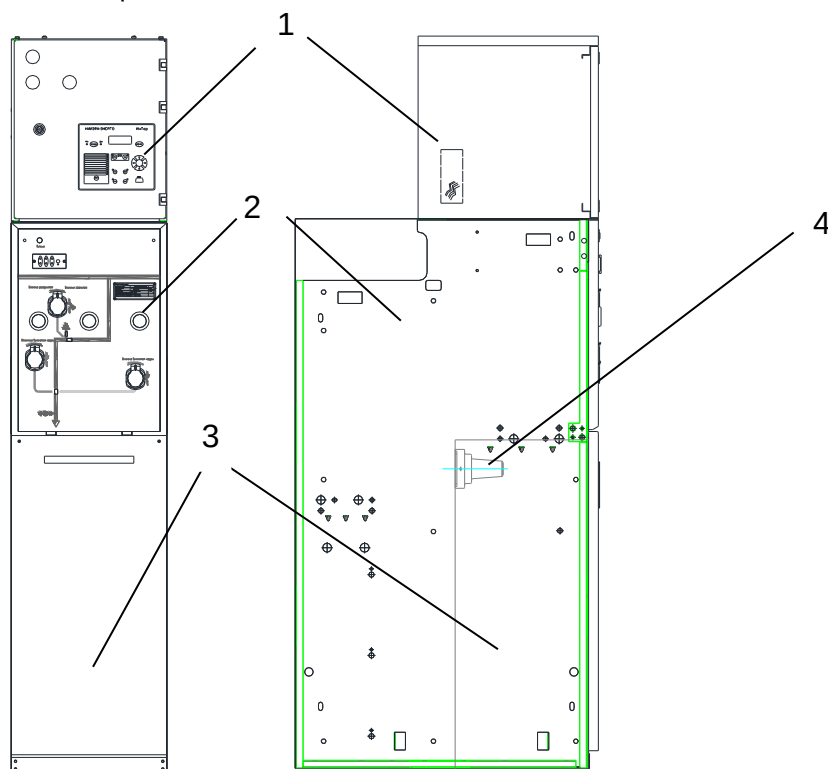

Рис. 1. Шкаф КРУ
1.4.1.3 Конструктивно шкафы КРУ разделены на следующие отсеки (рис.1):